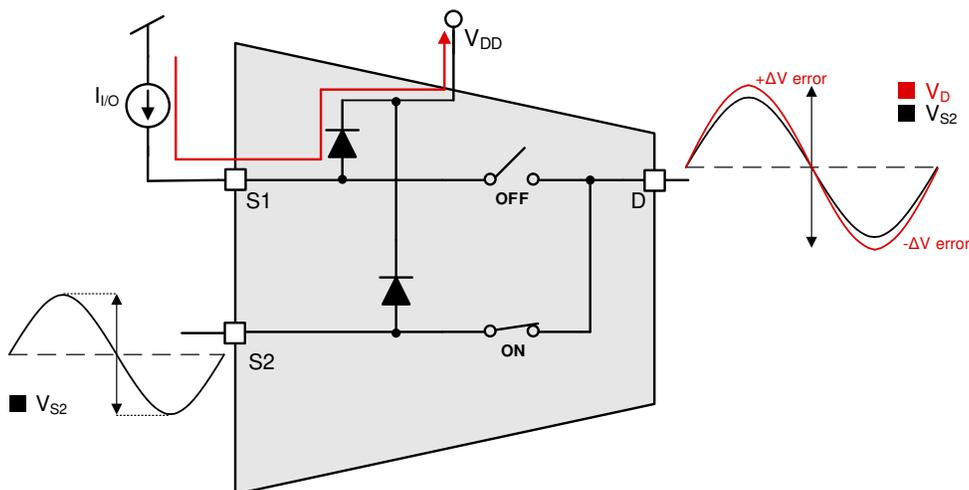

図 8-4.  $R_{ON}$  に対するインジェクション電流の影響
**電流注入による  $R_{ON}$  の変化:** 有効化された FET スイッチの ON 抵抗は電源電圧の変動に影響を受けるため、ドレインピンの電圧が電源電圧を  $V_T$  以上上回ると、出力信号電圧に誤差が生じる可能性があります。このような出力の望ましくない変化は、誤ったトリガ イベントや不正確な測定値を引き起こし、システムの精度や信頼性を損なう可能性があります。図 8-4 に示されているように、S2 は有効化された信号パスであり、S2 ピンから D ピンへ信号を伝送しています。無効化された S1 ピンにインジェクション電流が流れ込むと、ピンの電圧が電源電圧を上回り、ESD 保護ダイオードが順方向バイアスされて電源レールがシフトします。この電源電圧のシフトによって内部 FET スイッチの  $R_{ON}$  が変化し、D ピンの出力に  $\Delta V$  の誤差が生じます。